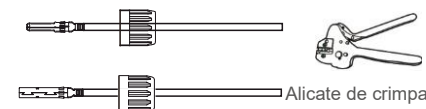

Figura 5.15 Crimpe o pino de contacto ao fio
3. Crimpe o pino de contacto no fio usando um crimpador de fio adequado. (veja a Figura 5.15)